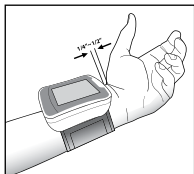

Fig. 2
5. Ajuste el brazalete 1/4" - 1/2" desde el borde de la cabeza del hueso cúbito, Fig. 2.